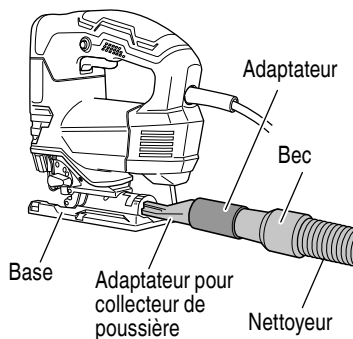

Fig. 22
Si l'on raccorde le nettoyeur (vendu séparément) par le collecteur à poussière et l'adaptateur (vendus séparément), on pourra recueillir la plus grande partie des poussières. (Fig. 22)
- (3) Raccorder le adaptateur pour collecteur de poussière à l'adaptateur. (Fig. 22)
- (4) Raccorder l'adaptateur au bec du nettoyeur. (Fig. 22)